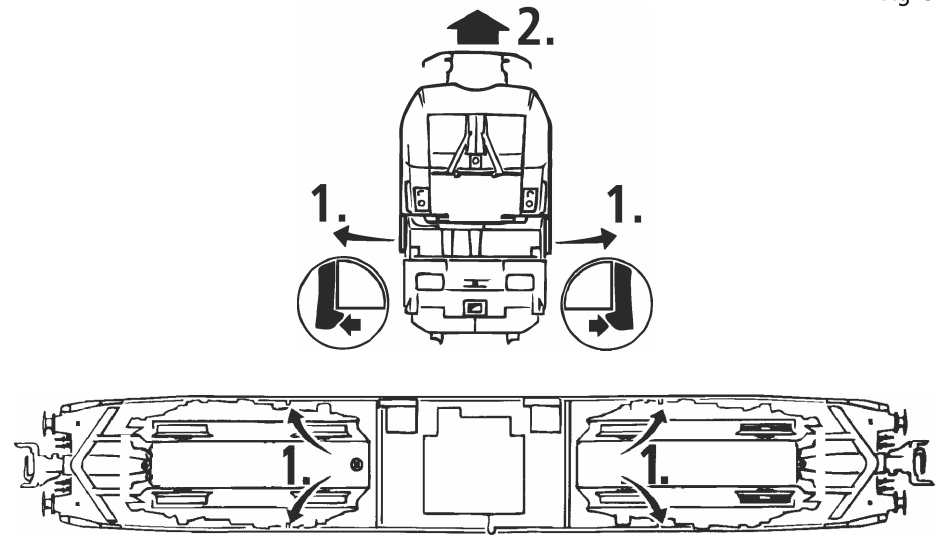

Fig. 4
1. Reinigung der Radstromkontakte: Radstromkontakte können auf unsauberen Schienen leicht verschmutzen. Entfernen Sie **vorsichtig** mit einem kleinen Pinsel **den Schmutz** an den in Fig. 4 gekennzeichneten Stellen. Dazu zuerst den Getriebedeckel abnehmen (Fig. 8).
1. Nettoyage des lames de courant aux roues: Les lames de contacts risquent de s'encrasser rapidement sur des voies poussiéreuses. Veuillez **enlever la poussière** aux endroits marqués à la fig. 4 à l'aide d'un petit pinceau souple. A ces fins démontez d'abord le bogie (fig. 8).
2. Graissage: N'appliquez **qu'une toute petite goutte** aux endroits indiqués par le plan de graissage (fig. 6) après avoir démonté la caisse de la locomotive (fig. 4). Nous vous recommandons **le graisseur à huile Roco réf. 10906**. Pour graisser les engrenages (roues dentées, vis sans fin) nous vous conseillons **la graisse spéciale Roco réf. 10905** pour engrenages en matières synthétiques. Lorsque vous utilisez cette graisse il faut éviter d'huiler ces composants.
1. Cleaning of wheel contacts: Wheel contacts easily get dirty on tracks which are not entirely clean. Use a small brush to **remove dirt** from spots marked in fig. 4. Prior to cleaning the contacts dismantle the bogie (fig. 8).